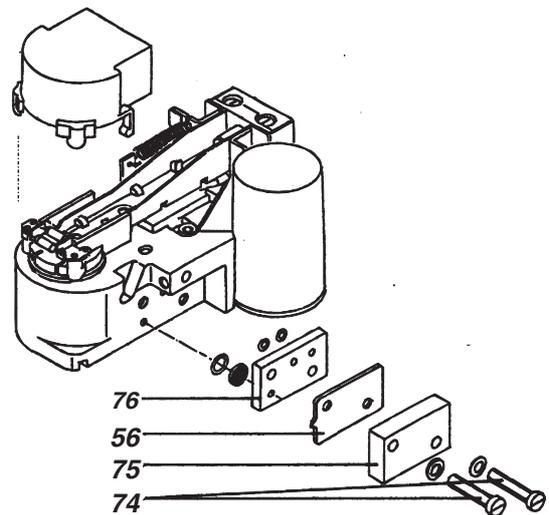

Abb. 29: Ausbau der Venturidüse
5.3.3 Venturidüse reinigen (siehe Abb. 29)